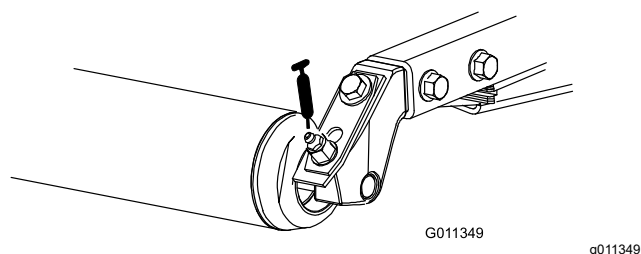

Figura 50
- Cuscinetti a rulli posteriori (2 per apparato di taglio) (Figura 50)